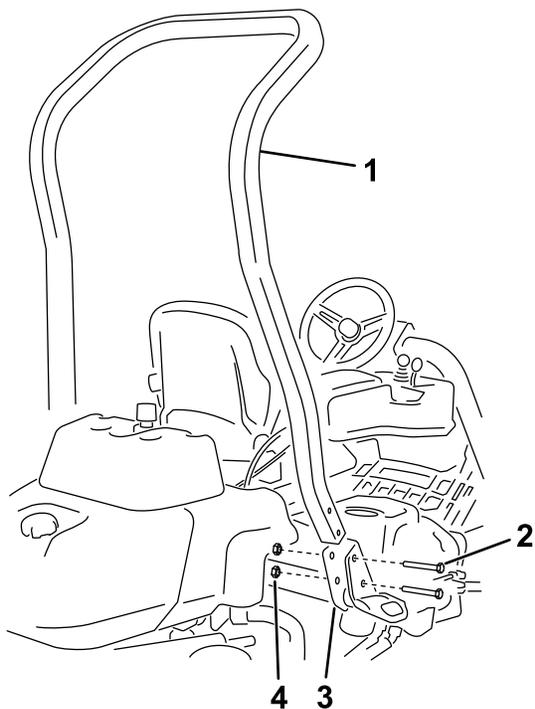

Figura 3
3. Utilice 4 pernos ( $\frac{1}{2}$ " x  $3\frac{3}{4}$ " y 4 tuercas con arandela prensada ( $\frac{1}{2}$ " para instalar la barra antivuelco en los soportes del ROPS en cada lado de la máquina, como se muestra en la Figura 3.